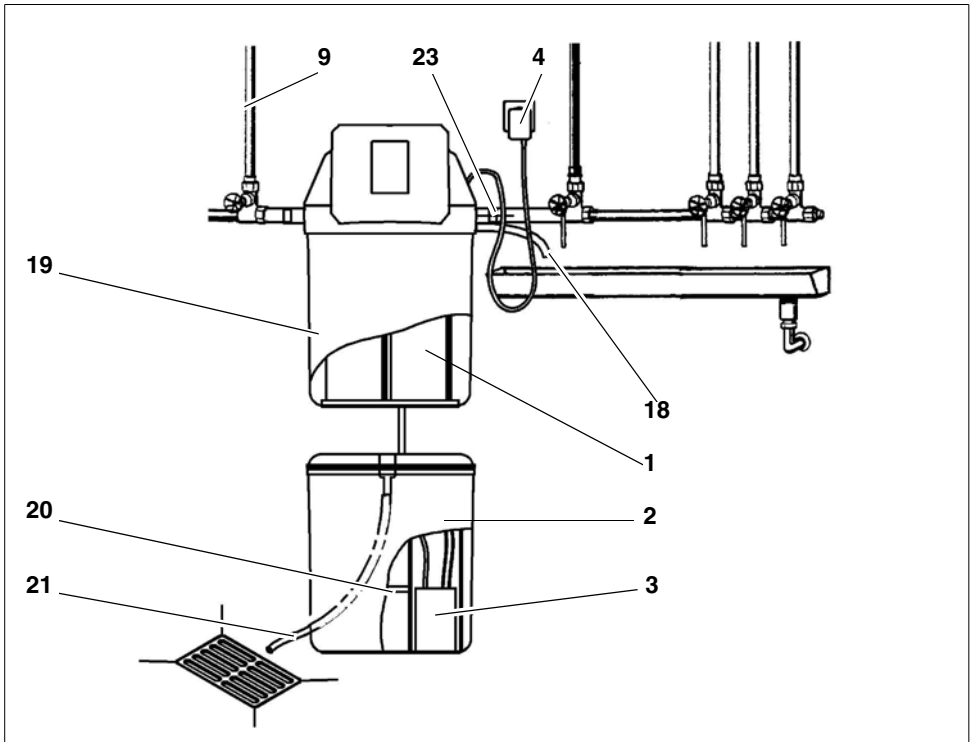
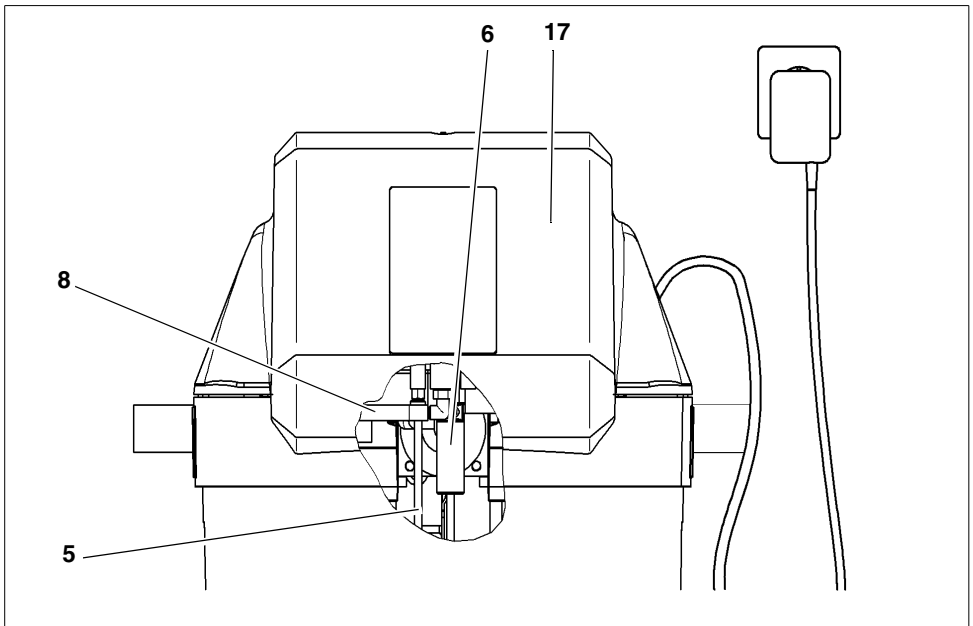
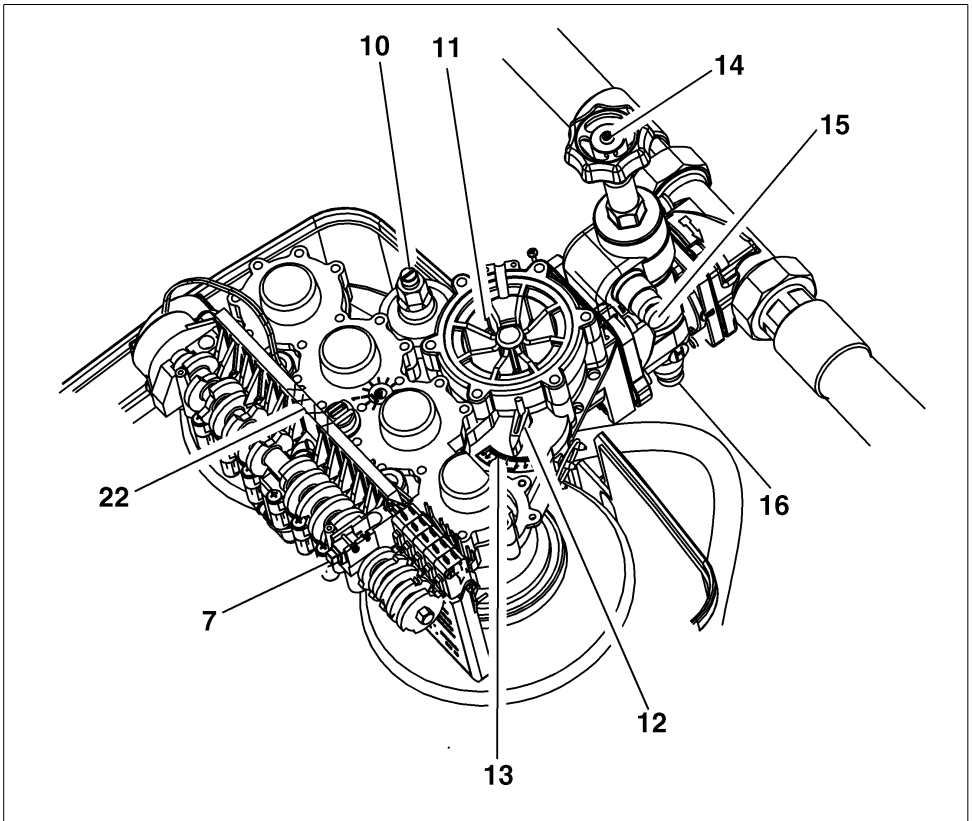

Abb. 10: Funktionsbeschreibung
Abb. 11: Funktionsbeschreibung
Abb. 12: Funktionsbeschreibung (ähnliche Abbildung)
5.1 Inbetriebnahme (siehe Abb. 10,11 und 12)
- In den Salzbehälter (2) ca. 5 Liter Wasser einfüllen (siehe Abb. 10).
- Die Abdeckhaube (17) abnehmen.
- Das Einbaudatum auf der Innenseite der Abdeckhaube (17) eintragen.
- Den Rohwasserhärtegrad (°dH) über den Einstellhebel (12) anhand der Skala (13) einstellen. Der Wert richtet sich nach dem Einbauort. Bei schwankender Rohwasserhärte sollte der höhere Wert eingestellt werden.
- Die Mischwasserhärte über die Stellschraube der Verschneidung (10) einstellen (siehe Kapitel „Einstellung der gewünschten Mischwasserhärte“).
In den Filterbehältern wird das Wasser vollständig enthärtet. Daher wird diesem Weichwasser über die Stellschraube der Verschneidung (10) im Steuerkopf eine entsprechende Menge an unbehandeltem Rohwasser zugemischt, um so die gewünschte Mischwasserhärte zu erhalten. (siehe Kapitel „Einstellung der gewünschten Mischwasserhärte“) (siehe Abb. 10, Abb. 11 und Abb. 12).